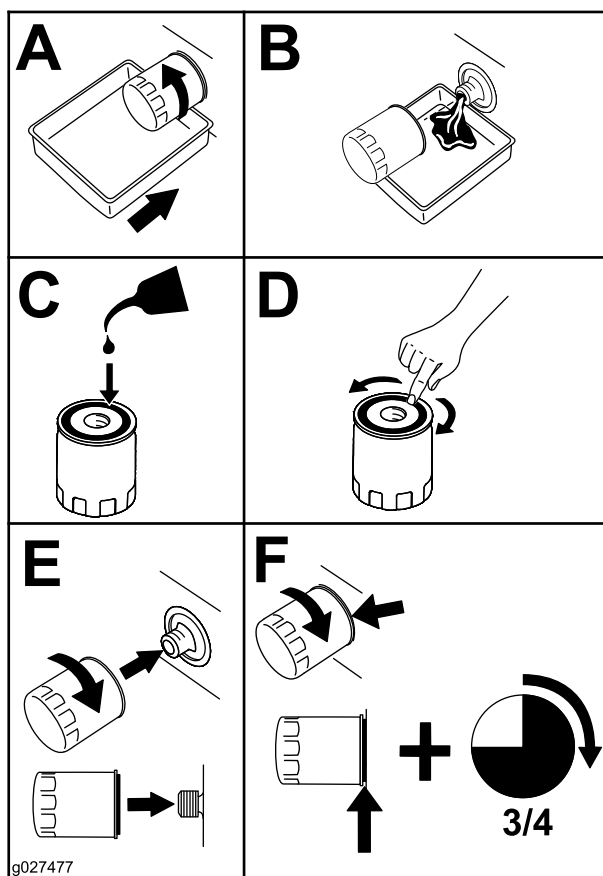

Figura 44
5. Substitua o filtro do óleo do motor, conforme se mostra na Figura 44.